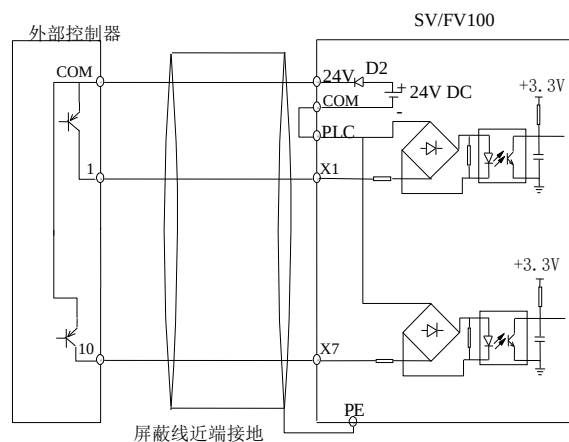

图 4-10 使用变频器内部+24V 电源的漏极连接方式
2) 使用变频器内部+24V 电源,外部控制器为 PNP 型的共发射极输出的连接方式(注意去除 PLC 与 24V 端子间的连接线),如图 4-10 所示。